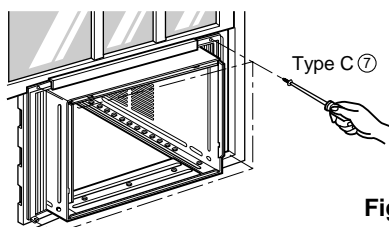

Fig. 6
- 8 Tirez chaque volet d'étanchéité ① entièrement contre chaque coulisse de châssis et répétez l'étape 2.
- 9 Fixez chaque volet d'étanchéité ① à la coulisse de châssis à l'aide de vis de type C ⑦. (Voyez la fig. 6.)